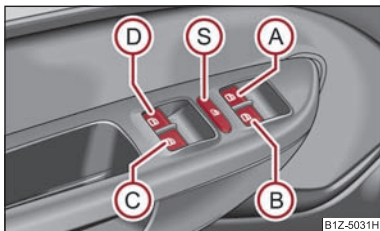

Fig. 32 Tasti sulla porta lato guida
I tasti dei singoli finestrini sono disposti nel bracciolo della porta lato guida  $\Rightarrow$  fig. 32, in quello sul lato passeggero e nelle porte posteriori\*  $\Rightarrow$  pag. 39.
Premendo l'interruttore di sicurezza (S)  $\Rightarrow$  fig. 32 è possibile disattivare gli alzacristalli delle porte posteriori. Premendo nuovamente l'interruttore di sicurezza (S) è possibile riattivare i tasti degli alzacristalli delle porte posteriori.
- Se si trasportano bambini nei sedili posteriori, si raccomanda di mettere fuori servizio gli alzacristalli elettrici delle porte posteriori (interruttore di sicurezza) (S)  $\Rightarrow$  fig. 32. ▶